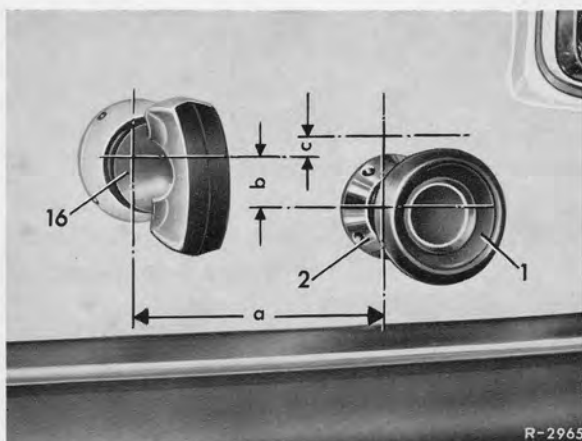

Bild 82-3/3
3. In die Instrumententafel ein Loch mit 10,5 mm ϕ bohren (Bild 82-3/1 bis 3).